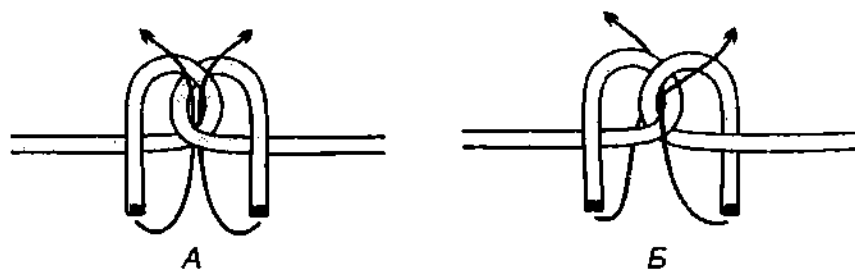

Рис. 831. А – ходовые концы выходят из очка с одной стороны; Б – ходовые концы выходят из очка с разных сторон.
4. На направление продевания ходовых концов – с какой стороны ходовые концы выходят из очка (калышки) (рис. 831).